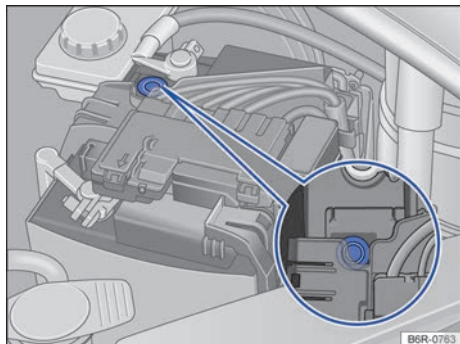

Fig. 141 En el compartimento del motor: ejemplo de posición del visor en el lado superior de la batería del vehículo.
- El visor redondo → fig. 141 en la parte superior de la batería del vehículo cambia de color dependiendo del nivel del electrolito.